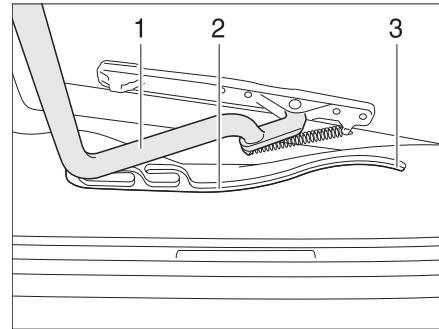

Bild 43 Heki-Dachhaube, Führung
- Den Bügel (Bild 43,1) in den Führungen (Bild 43,2) bis in die hinterste Position (Bild 43,3) ziehen.
- Den Bügel (Bild 43,1) mit beiden Händen leicht nach oben drücken.
- Den Bügel in den Führungen (Bild 43,2) bis zur gewünschten Stellung ziehen.